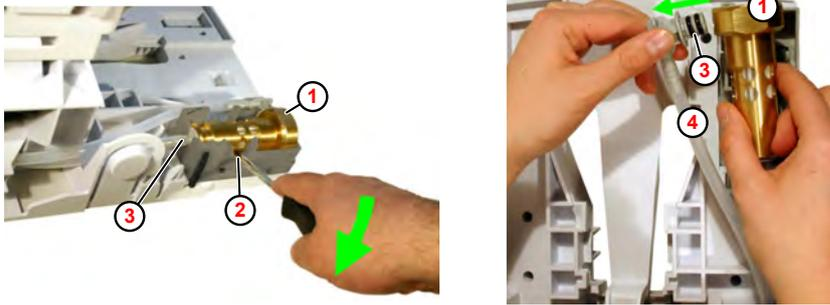

Fig. 19: Smontaggio/montaggio disconnettore tubo
1. Fare leva sul disconnettore tubo (Fig. 19 , ①) con il cacciavite rimuovendolo dal supporto (apertura laterale) ② .
2. Estrarre il niplo di collegamento ③ dal disconnettore tubo ① .